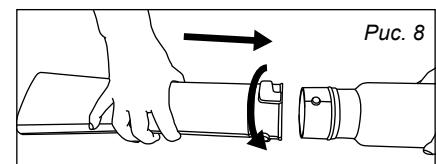

Рис. 8
- Установите патрубок **В2** (рис. 8).